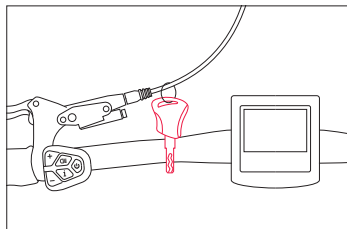

Abbildung 1
Schritt 1: Suchen Sie die Schlüssel am Lenker (Abb.1) und ziehen Sie sie ab. Wenn Sie sie vom Lenker abschneiden, achten Sie darauf, dass Sie keine Drähte beschädigen.